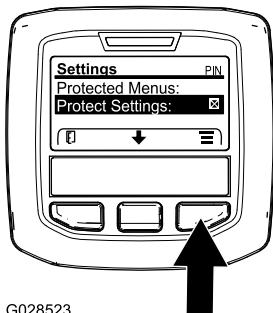

Bild 47
1. Greifen Sie auf die geschützten Menüs zu und entsperren Sie das Untermenü „geschützte Einstellungen“ (Bild 47), siehe Zugreifen auf die geschützten Menüs \(Seite 29\).